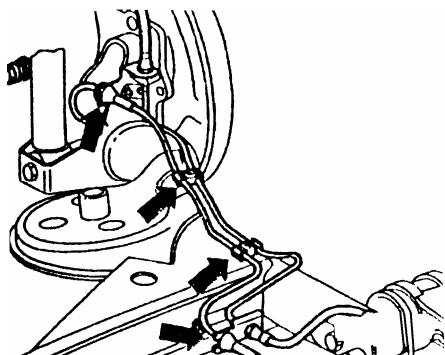

图 13-28 拆卸转速传感器导线
(3) 举起汽车。从固定夹 (图 13-28 箭头所示) 上拆下转速传感器导线。拆下转速传感器卡夹。